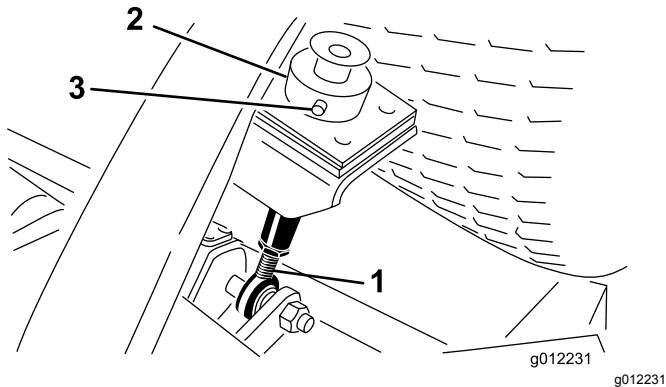
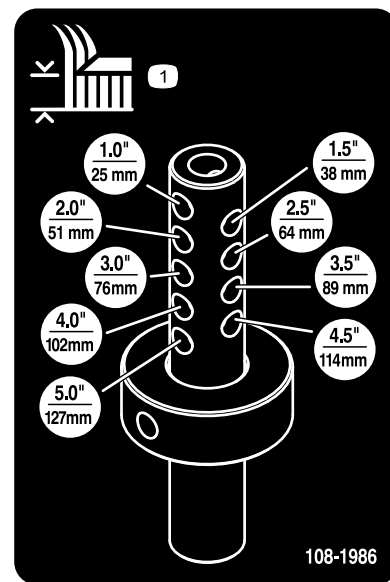

Figura 8
Figura 9
5. Retire o perno de gancho e passador de forquilha que fixam o anel da altura de corte à barra de altura de corte na parte posterior da unidade de corte (**Figura 8**).
6. Alinhe o anel de altura de corte nos orifícios de altura de corte desejados na vareta da altura de corte (**Figura 8** e **Figura 9**).